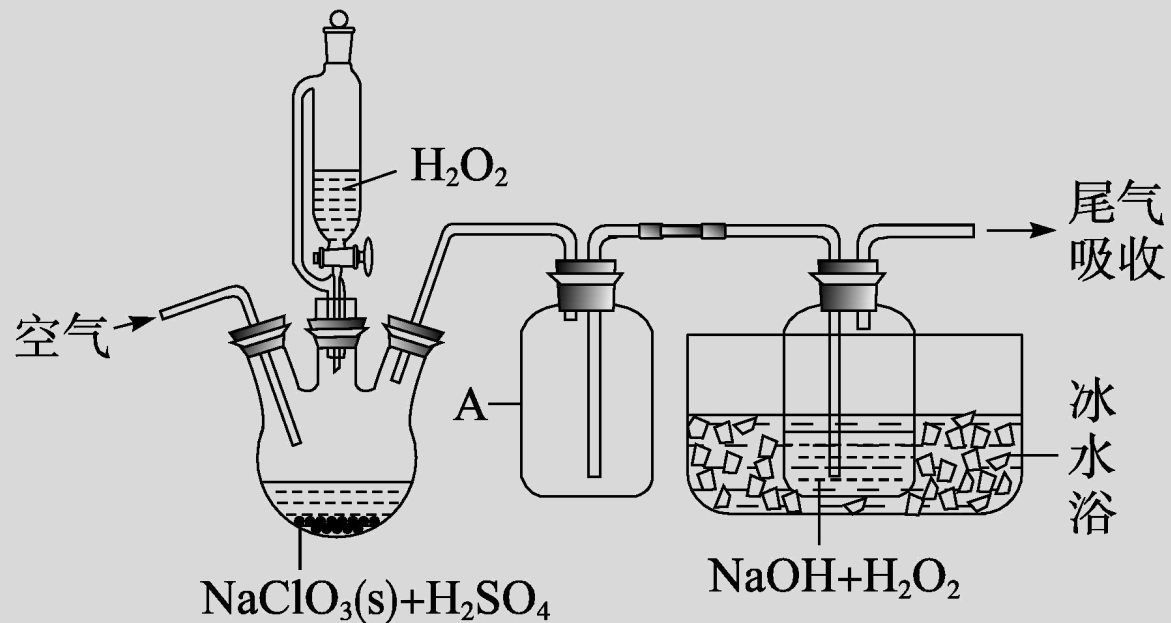

图1
1. ClO_2 是一种优良的消毒剂, 浓度过高时易发生分解, 常将其制成 NaClO_2 固体, 以便运输和贮存。过氧化氢法制备 NaClO_2 固体的实验装置如图1所示。